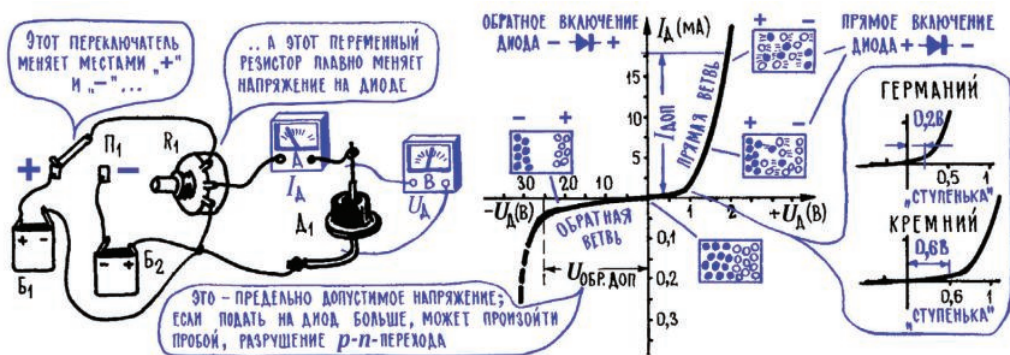

Рис. 9.5. Вольт-амперная характеристика диода
О событиях в полупроводниковом диоде рассказывает его основная характеристика – зависимость тока через диод от приложенного к нему напряжения (рис. 9.5). На некоторые участки этой, как ее называют, вольт-амперной характеристики следует обратить внимание. Прежде всего мы видим, что на ее прямой ветви есть небольшой загиб, ступенька – в области малых напряжений (у германия примерно до 0,2 В, у кремния – до 0,7 В) прямой ток нарастает незначительно. Такой загиб характеристики появляется вследствие некоторых сложных процессов в  $p$ - $n$ -переходе, он может стать причиной нелинейных искажений сигнала (гл. 8; 8, 11).
**Примечание редактора.** Прямое и обратное сопротивление диода (и  $p$ - $n$ -перехода вообще) – параметр в значительной степени условный и в справочниках никогда не указывается. Для того чтобы понять причину, достаточно посмотреть на вольт-амперные характеристики диода (рис. 9.5) – они носят экспоненциальный характер, то есть принципиально нелинейны, и в каждой точке такой характеристики сопротивление (отношение напряжения на переходе к протекающему току) будет иметь свое значение, к тому же меняющееся с температурой. Тем не менее обычное (активное) сопротивление у диодов, конечно, имеется, как у всяких проводников, просто не оно определяет свойства диодов. Активное прямое сопротивление диодов может выражаться, например, в том, что график вольт-амперной характеристики не стремится к вертикальной прямой, а свыше некоторого значения тока возрастает с небольшим наклоном. Вольт-амперные характеристики различных реальных диодов исследуются в *Практикуме* к этой главе.
**12. Под действием переменного напряжения в цепи диода появляется пульсирующий ток.** До сих пор мы подводили к диоду постоянные напряжения, теперь попробуем подвести переменное. Что при этом произойдет, легко узнать, если к вольт-амперной характеристике (рис. 9.5) пристыковать график переменного напряжения, подобно тому, как мы это делали, рассматривая работу громкоговорителя (рис. 8.7). Пользуясь этими двумя состыкованными графиками – вольт-амперной характеристикой и графиком переменного напряжения, – легко построить третий, график тока, который пойдет в цепи диода (рис. 9.6). Без всяких пояснений видно, что по характеру изменения ток, а вместе с ним и выходное напряжение, уже совершенно не похож на входное напряжение. В одну сторону идут значительные импульсы прямого тока, в другую – ничтожно малые импульсы обратного тока. В большинстве случаев можно вообще пренебречь этими небольшими всплесками обратного тока и считать, что в цепи диода есть только токовые импульсы одного направления.
В то же время есть тип полупроводниковых диодов, где главным работающим параметром становится «бесплатное приложение» к односторонней проводимости – собственная емкость диода. Это варикапы, полупроводниковые диоды, которые используются в качестве конденсаторов переменной емкости. Много лет назад, когда варикапов не было и в помине, радиолюбители применяли вместо конденсатора настройки обычные плоскостные диоды – их включали, например, в колебательный контур, одновременно подавали на диод обратное напряжение и меняли его с помощью потенциометра (рис. 9.5). При этом менялась собственная емкость диода, так как менялось расстояние между «обкладками» – чем больше обратное напряжение, тем сильнее оттягиваются  $p$ - и  $n$ -области от пограничной линии (рис. 9.7; 5).